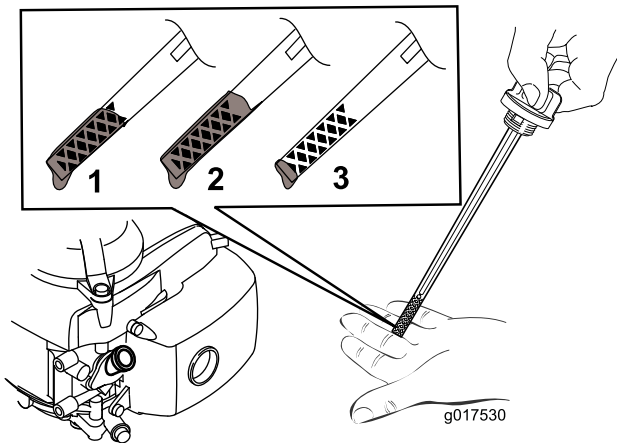

Figure 10
**Remarque:** Versez de l'huile dans le carter moteur jusqu'à ce que la jauge indique le niveau correct, comme illustré à la Figure 10. Si vous remplissez excessivement le carter moteur, vidangez l'excédent d'huile comme expliqué à la section Vidange de l'huile moteur.
5. Pour déterminer le niveau d'huile correct indiqué par la jauge, voir (Figure 10).